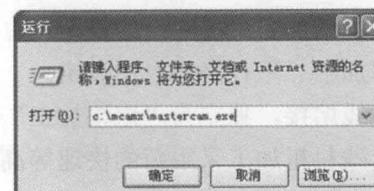

图 1-1
- 选择【开始】|【运行】，在弹出的【运行】对话框中输入 Mastercam X6 的路径和文件名，如图 1-1 所示，单击【确定】按钮启动。